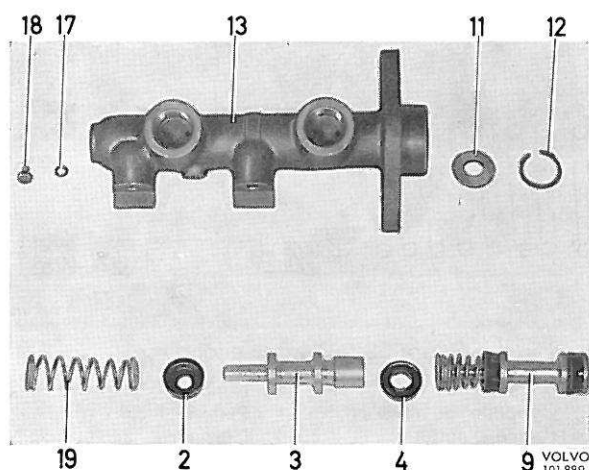

Figure 51. Maître-cylindre désassemblé
4. Enlever les deux garnitures du piston secondaire. Veiller à ne pas endommager les surfaces du piston. La figure 51 indique les différentes pièces du cylindre.